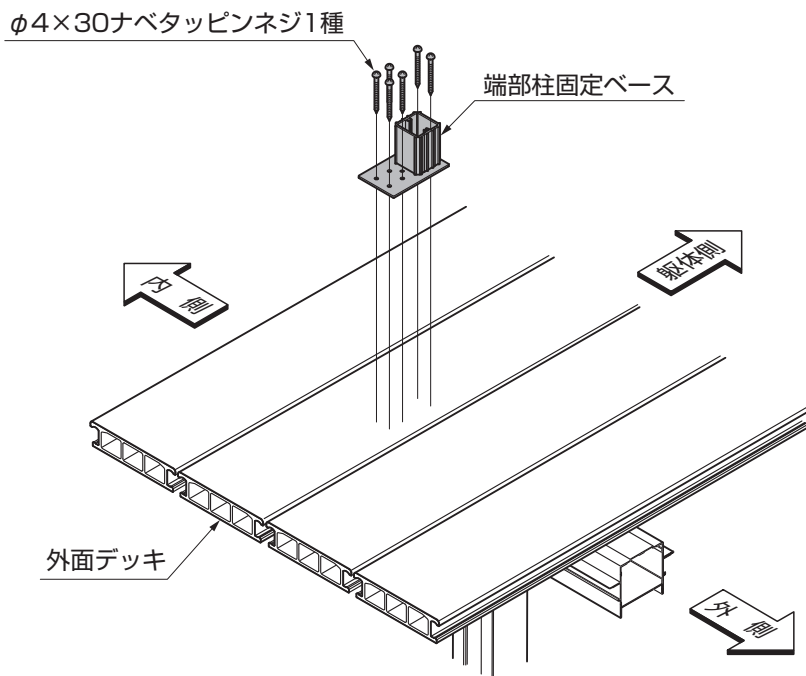

図2-1
- ①端部柱固定ベースをフラットデッキに、「φ4×30ナベタッピンネジ1種」で取付けてください。(図2-1参照)